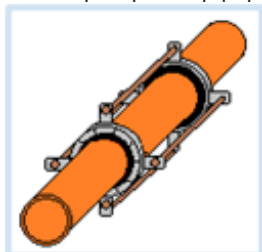

рис. 6.1.1.
- на шпильки со сквозным прохождением через материал заделки проема, по 1 шпильке на каждую проушину, привинчены к материалу заделки контргайками с шайбой (рис. 6.1.1);